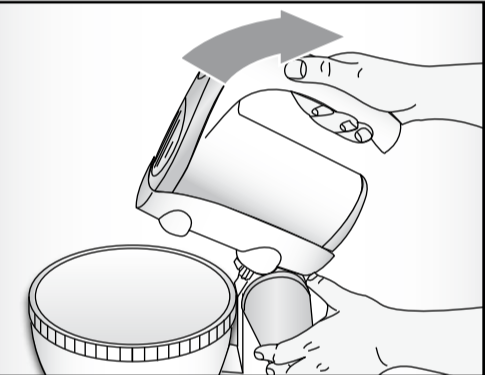

Fig. 4
- Frapper le pousoir d'inclinaison du bras (H) tout en soulevant le corps moteur (F) à l'aide de la poignée spéciale (Fig. 4).
- Die Kipptaste des Arms (H) betätigen und gleichzeitig das Motorgehäuse (F) anhand des zugehörigen Griffs (Abb. 4) anheben.
corriente manilla (Fig. 4).